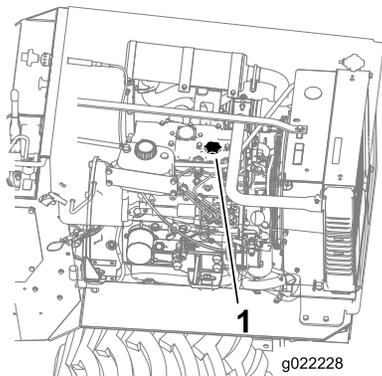

Figure 9
8. Si le niveau est bas (sous le trou inférieur), nettoyez la surface autour du bouchon de remplissage et enlevez le bouchon (Figure 9).